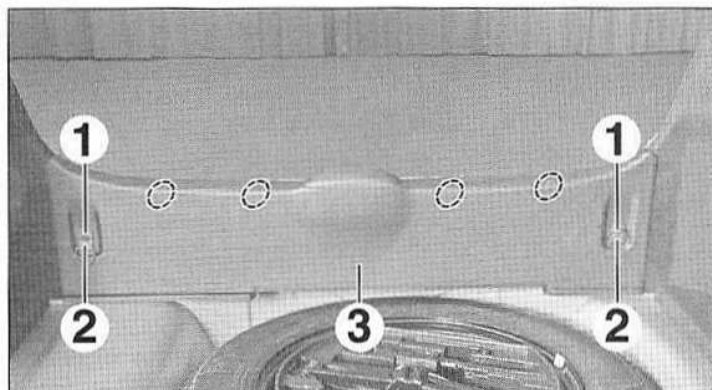
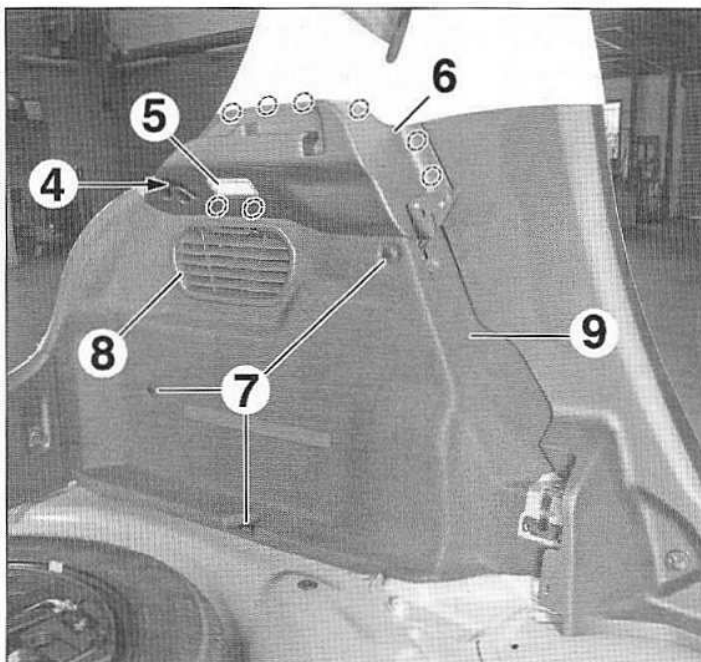

FIG.44
FIG.45
- Déposer (Fig.44) :
- les vis (1),
- les anneaux (2).
- Dégrafer et déposer la garniture de seuil de coffre (3).
- Déposer la vis (4) (Fig.45).
- Extraire, débrancher et déposer l'éclaireur de coffre (5).
- Dégrafer et déposer la garniture (6).
- les agrafes (7),
- la grille (8),
- la garniture (9).